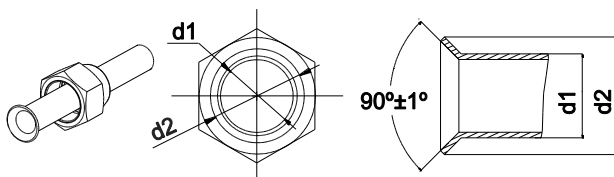

Рис. 9
- (1) Отрежьте соединительную трубку при помощи специального режущего устройства и удалите заусенцы.
- (2) Держите конец трубки вниз, чтобы стружка и опилки не попали внутрь трубки.
- (3) Возьмите накидные гайки с запорного вентиля наружного блока и из пакета принадлежностей внутреннего блока, навинтите их на трубу, а затем расширьте концы соединительной трубы с помощью инструмента для расширения концов трубы (труборасширитель, развальцовочное устройство).
- (4) Проверьте, чтобы развальцованная часть была ровной и не имела трещин (см. рис. 9)